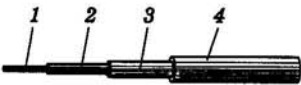

Рис. 3.4. Установочный провод с резиновой изоляцией
3.56. Приведите названия составных частей показанного на рис. 3.4 установочного провода с резиновой изоляцией.